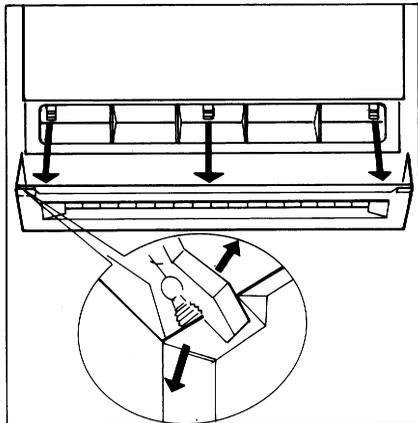

Fig. 3
- ❑ Smontare il copri-zoccolo e con l'ausilio di una pinza liberare l'incavo per la cerniera inferiore nella parte sinistra dello stesso (**Fig. 3**).